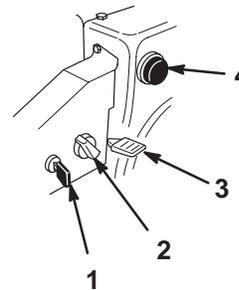

Bild 14
- **Zündschloss** (Bild 14)—Stecken Sie den Zündschlüssel ein, bevor Sie den Motor starten. Ziehen Sie den Zündschlüssel, um den Motor abzustellen.
- **Choke** (Bild 14)—Drehen Sie zum Anlassen eines kalten Motors den Choke im Uhrzeigersinn ganz auf *Ein*. Wenn sich der Motor erwärmt, drehen Sie den Choke langsam gegen den Uhrzeigersinn in die Position *Aus*.
- **Gashebel** (Bild 14)—Bewegen Sie den Gashebel nach oben, um die Motordrehzahl zu erhöhen, und nach unten, um die Drehzahl zu reduzieren. Stellen Sie den Gashebel auf *Stopp*, um den Motor zu stoppen.
- **Kaltstarthilfe** (Bild 14)—Betätigen Sie die Kaltstarthilfe, um eine geringe Kraftstoffmenge in den Motor zu pumpen, damit er sich bei kaltem Wetter leichter starten lässt.
2. Ziehen Sie den Zündschlüssel (Bild 14).
3. Ziehen Sie den Choke-Knopf (Bild 14).
5. Drehen Sie den Choke (Bild 14) auf *Ein*.
6. Stecken Sie den Zündschlüssel ein (Bild 14).
7. Decken Sie das Loch in der Mitte der Kaltstarthilfe (Bild 14) mit dem Daumen ab und drücken Sie diese drei Mal langsam ein, wobei Sie jedes Mal einen Moment warten.
10. Wenn der Motor anspringt, drehen Sie sofort den Choke (Bild 14) in die 3/4-Position. Wenn sich der Motor erwärmt, drehen Sie den Choke in die 1/2-Position. Wenn der Motor warm gelaufen ist, drehen Sie den Choke in die Position *Aus*.